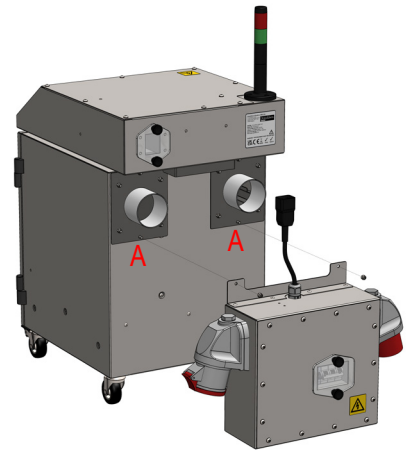

Abbildung 1
3. Entfernen Sie die beiden unteren Schrauben an den Zapfen des Systems mit einem M5-Werkzeug (siehe Punkt „A“ in Abbildung 1).